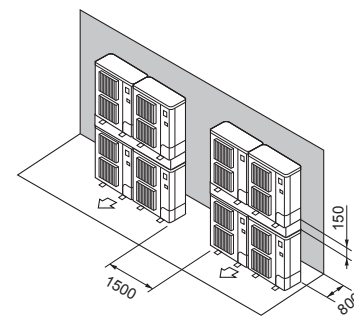

Fig. 2-15
- ⑦ Расположение приборов вертикальными рядами (Fig. 2-15)